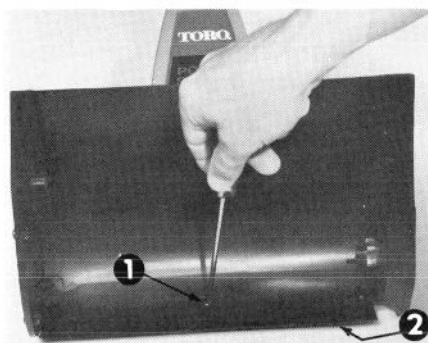

Figure 14
2. Enlevez les trois vis et écrous de blocage qui maintiennent la lame racleuse en place. Enlevez cette dernière (Fig. 14).